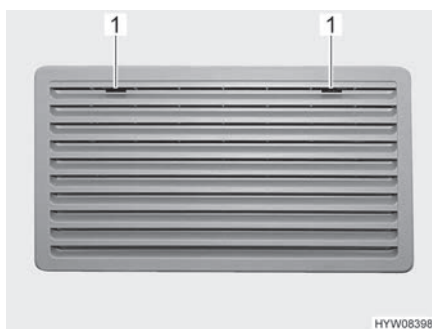
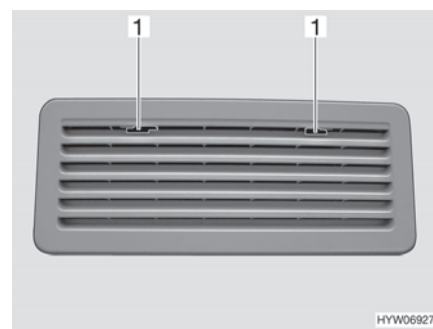

Fig. 104 Grille d'aération du réfrigérateur (Thetford, grande)
Fig. 105 Grille d'aération du réfrigérateur (Thetford, petit)
- Pousser le dispositif de blocage (Fig. 104,1 ou Fig. 105,1) vers le milieu.